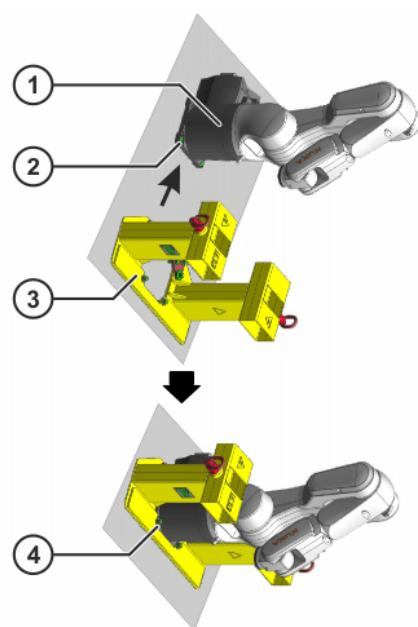

Abb. 11-12: Lastaufnahmemittel am Roboter befestigen
12. Lastaufnahmemittel vorsichtig von unten auf das Grundgestell des Roboters aufschieben (>>> Abb. 11-12).